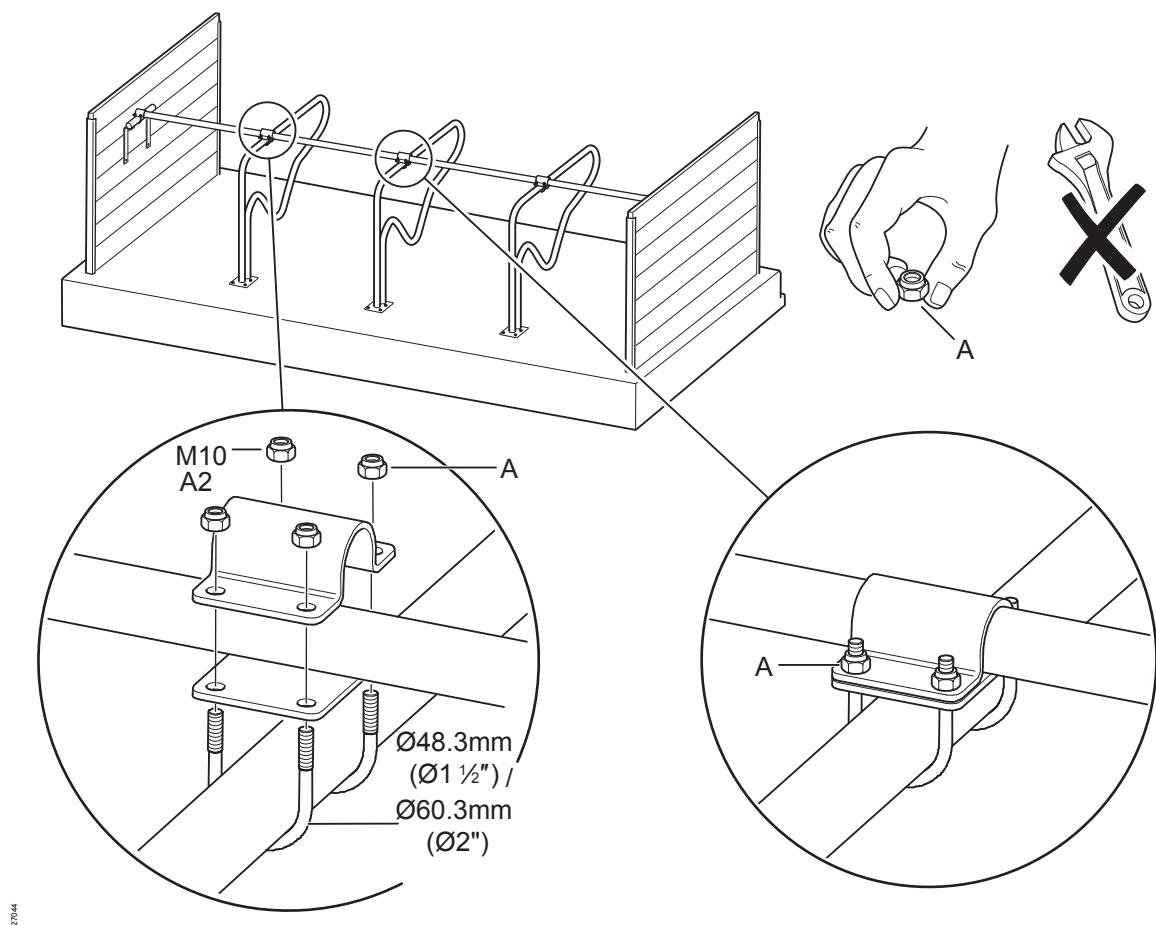

Fig. 35: Installere braketten til nakkerøret.
7. Monter braketten for nakkerøret ved liggebåsen, og stram skruene lett. Se Fig. 35.